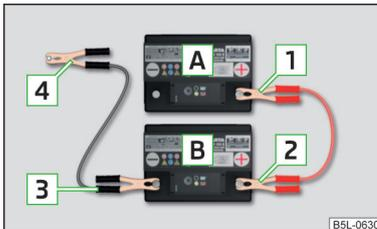

Abb. 217
- Die Klemme **1** am Pluspol der entladenen Batterie **A** » Abb. 217 befestigen.